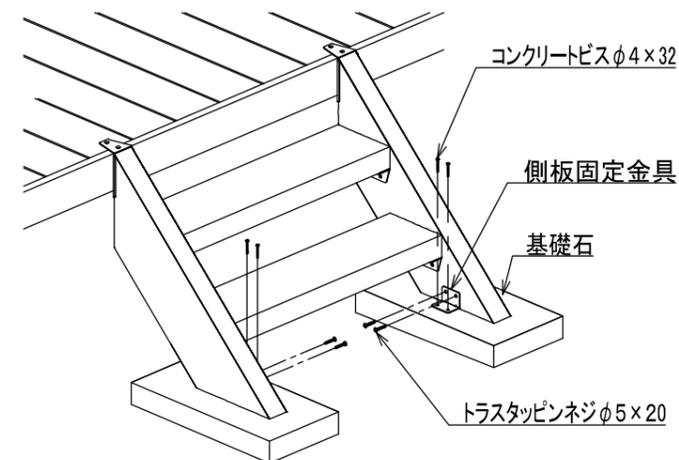

図7. 基礎への固定
- (3) 側板と側板固定金具をトラスタップピンネジφ5×20のネジで固定して、側板固定金具と基礎石をコンクリートビスφ4×32のネジで固定してください(図7)。